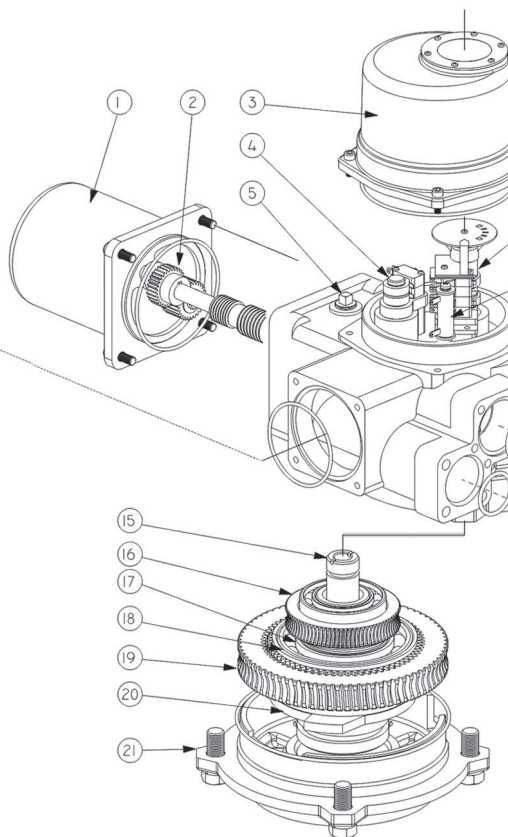
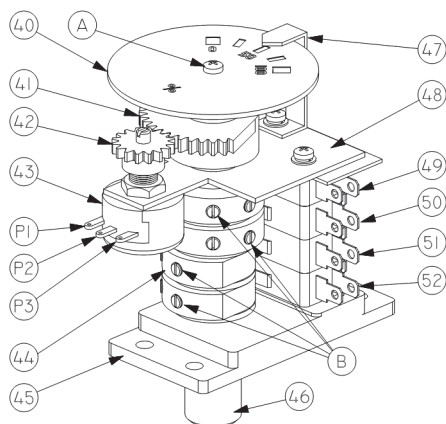
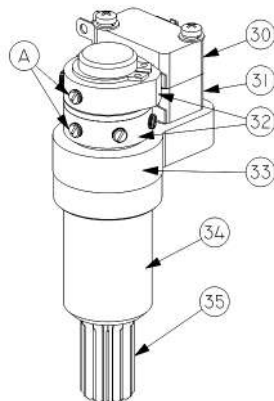

Рис.1 Электропривод ГЗ-ОФ
Рис. 2 Индикатор положения затвора арматуры
Рис.3 Двухсторонняя муфта ограничения крутящего момента
Электропривод состоит из следующих узлов и деталей (рис.1): электродвигателя (1); силового редуктора, в состав которого входит: червячный редуктор (11, 16), червячный редуктор маховика ручного дублера (13,19) и планетарная передача (18); двухсторонней муфты ограничения крутящего момента (моментной муфты) (4); ограничителя хода выходного вала (6); индикатора положения затвора арматуры (40, 47) (рис.2); выходного вала (15); механических упоров открытия и закрытия (9,10); клеммной колодки контактных соединений (23) и корпусных деталей.
Вращение электродвигателя (1) через прямозубую цилиндрическую шестерню (2) передается на червячный редуктор (11, 16), который соединен через планетарную передачу (18) с муфтой сцепления (20). Вращение муфты сцепления обеспечивает вращательное движение выходного вала (15). Выходной вал электропривода механически связан с индикатором положения затвора арматуры (40, 47) (рис.2) и ограничителем хода
Ограничитель хода выходного вала (6) механически связан с выходным валом (15). При достижении ограничителем хода выходного вала заданных параметров микровыключатели (49,50,51,52) (рис.2) отключают электроснабжение электродвигателя.
Индикатор положения затвора арматуры (40,47) (рис. 2) механически связан с валом ограничителя хода выходного вала. После надлежащей настройки указания индикатора соответствуют определенным положениям затвора арматуры независимо от режима работы электропривода – ручного или электрического.
При достижении предварительно установленной величины крутящего момента в положении ЗАКРЫТО или ОТКРЫТО, либо в случае аварийного заклинивания штока затвора арматуры в промежуточном положении, выходной вал (15) (рис.1) с червячным колесом (16) останавливается, а червяк (11), ввинчиваясь в венец червячного колеса (16), вследствие продолжающегося вращения ротора электродвигателя, начинает перемещаться в осевом направлении, сжимая тарельчатые пружины (12). Величина сжатия тарельчатых пружин определена настроенным крутящим моментом моментной муфты. Поступательное движение червяка (11) приводит к вращению вала моментной муфты (34) (рис.3). Кулачки (32), расположенные на валу моментной муфты, нажимают кнопки муфтовых микровыключателей (30, 31), размыкая цепь управления питанием электродвигателя электропривода.
2.6 МЕХАНИЧЕСКИЕ УПОРЫ (рис. 1)